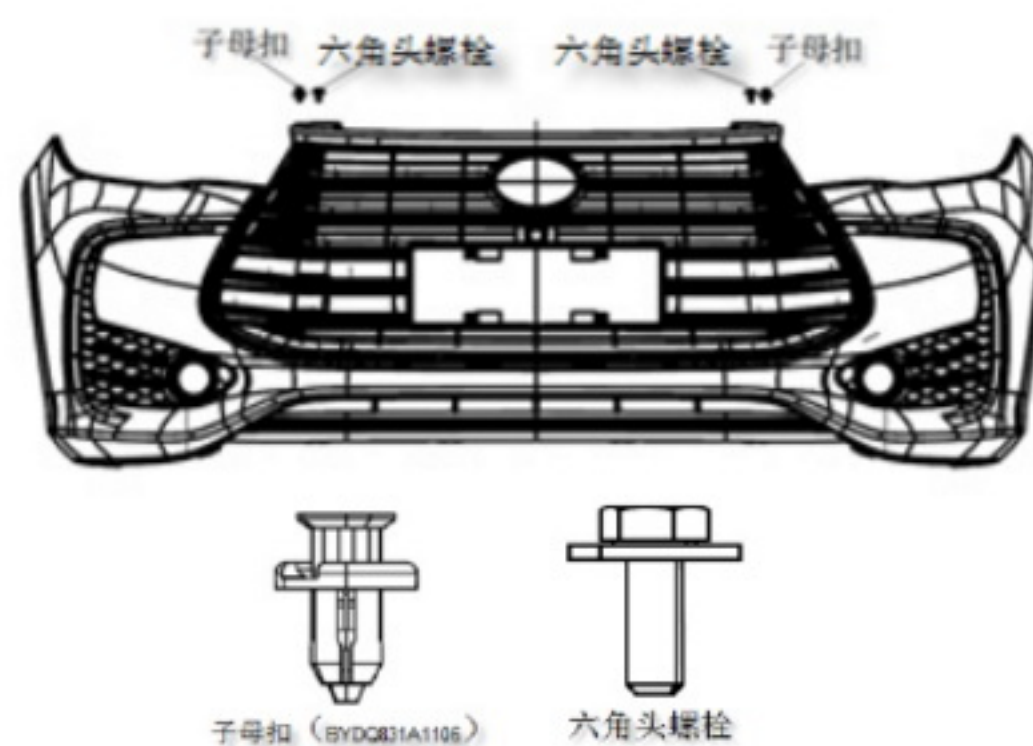

图 2-2 前格栅安装点的拆卸
- (1) 拆除格栅上盖板总成
- (2) 用 10#套筒拆下前格栅与前端模块连接的 4 个六角头螺栓，用一字螺丝刀拆下格栅与前组合大灯连接的 2 个子母扣，如图 2-2 所示；